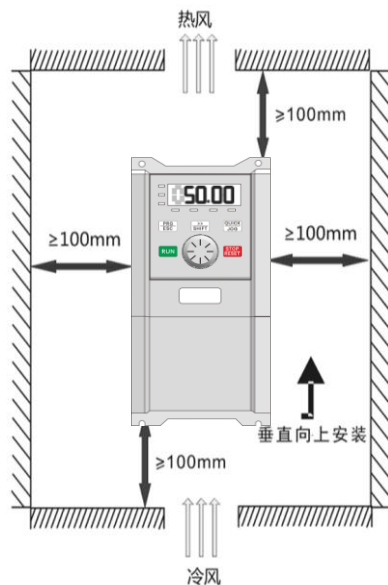

图3-1. 单体安装图
- 2) 安装空间遵照图3-1所示，保证变频器的散热空间。但布置时请考虑柜内其它器件的散热情况。